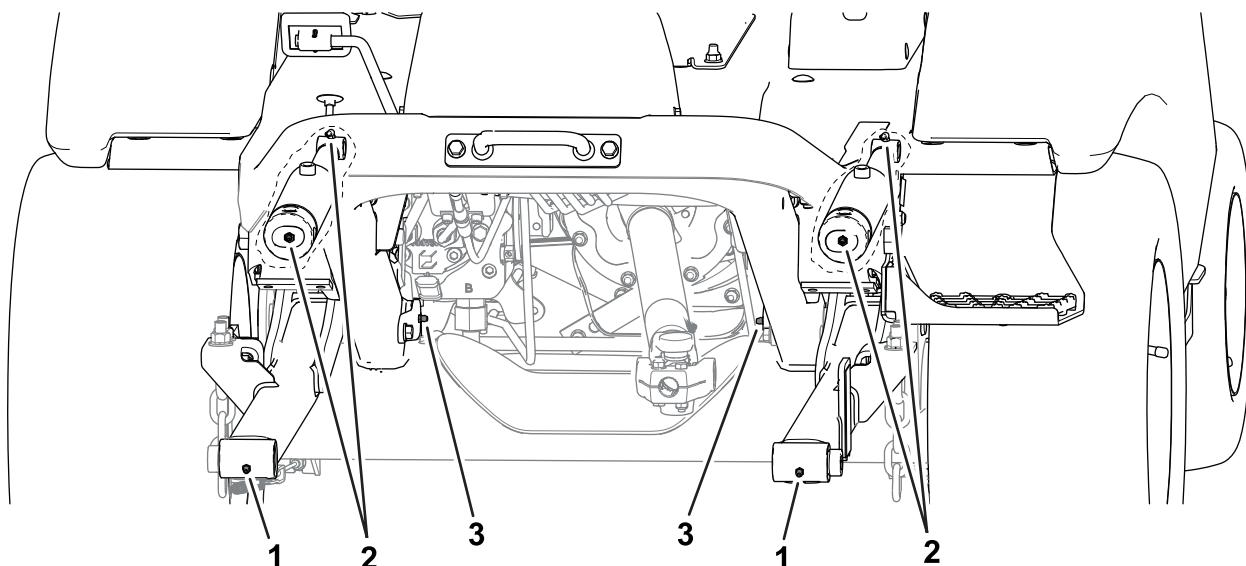

**Рисунок 49**
- Ось поворотного шкворня моста (Рисунок 49)